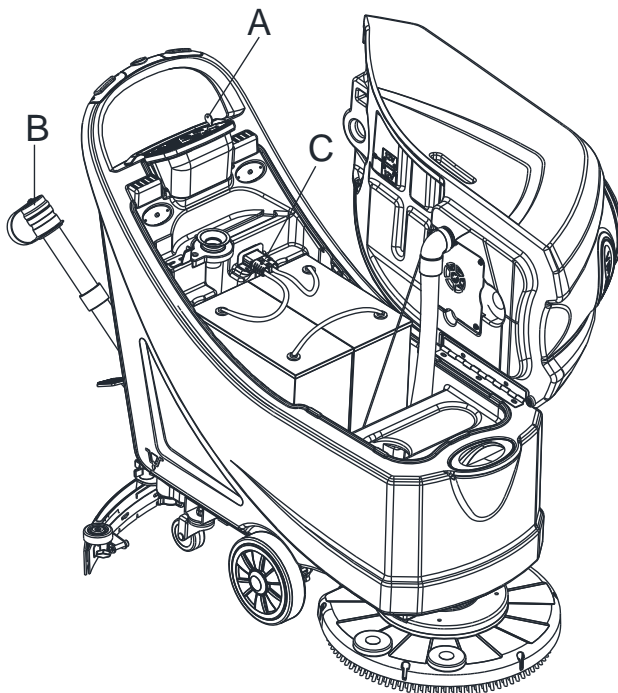

Figura 23
4. Limpie la tapa del tanque de recuperación (A), tanque de recuperación (B), el tanque de agua limpia (C) y el marco de soporte de filtro del flotador (E). Vacíe el tanque de recuperación usando la manguera de vaciado (B, Figura 23).
2. Desconecte el cable de alimentación (C, Figura 23) de la red eléctrica.